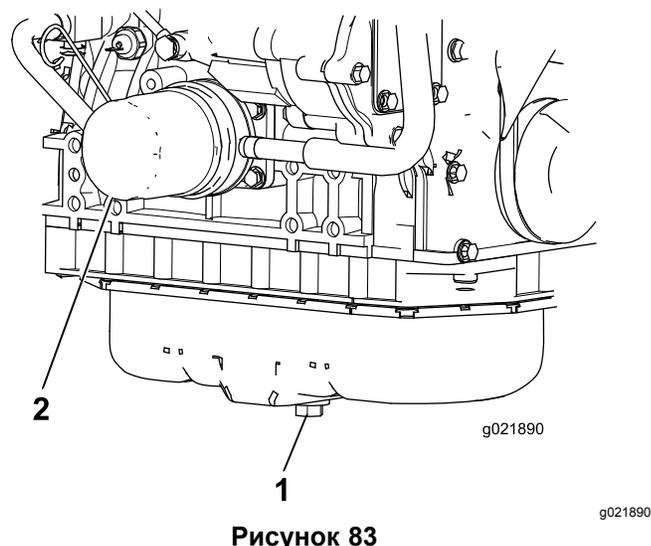

Рисунок 83
1. Снимите сливную пробку и дайте маслу стечь в сливную поддон (Рисунок 83).
3. Снимите масляный фильтр (Рисунок 83).